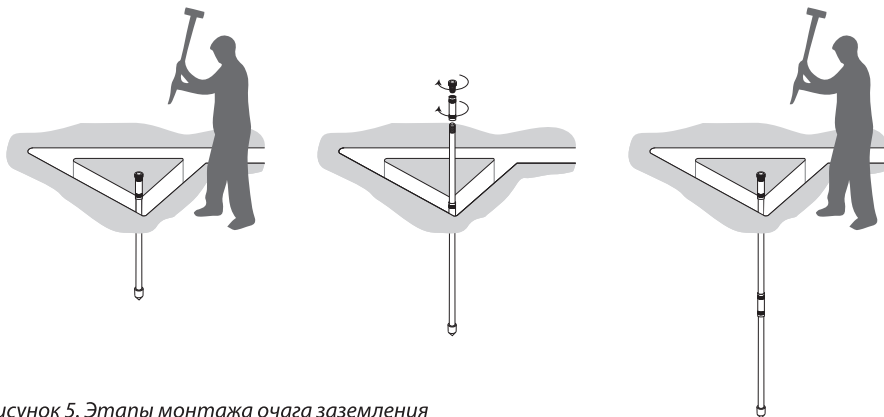

Рисунок 5. Этапы монтажа очага заземления
4.5. Вбить первый элемент стержня заземления. Затем открутить ударную головку, повторно смазать муфту и накрутить следующий элемент стержня. Далее накрутить муфту, смазать ее пастой и накрутить ударную головку. Вбить второй элемент стержня заземления таким образом, чтобы верхняя часть штыря осталась ниже уровня дна ямы на 10-20 см (см. рисунок 5). Го-